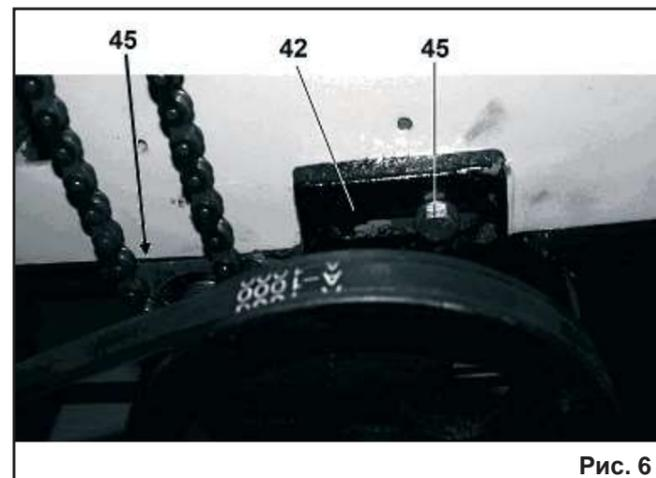

Рис. 6
8.2.1. Как показано на Рис.6, установите, и предварительно закрепите двумя установочными болтами (45) редуктор (42). Выведите из зацепления шестерню (44), для чего переместите ручку (41) по направлению к ближайшей боковой панели станка, положение зафиксируйте-